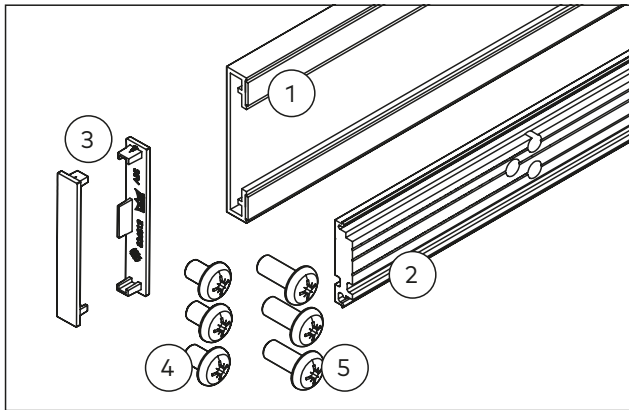

Abb. 4 Lieferumfang für die 24-mm-Zargenunterfütterung
- 2 x Gegenprofil mit Zwischenlagen (Abb. 4/1)
- 2 x Futterprofil (Abb. 4/2)
- 4 x Stirnabdeckungen für Gegenprofil (Abb. 4/3)
- 3 x Schrauben M8x12 (Abb. 4/4)
- 3 x Schrauben M8x20 (Abb. 4/5)